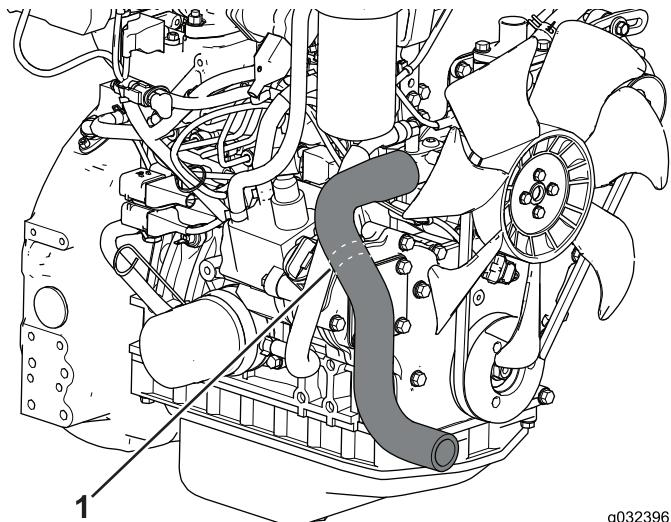

Рисунок 10
- Найдите шланг радиатора (Рисунок 10).
- Перережьте шланг радиатора по линиям отреза с помощью режущего инструмента (Рисунок 10).